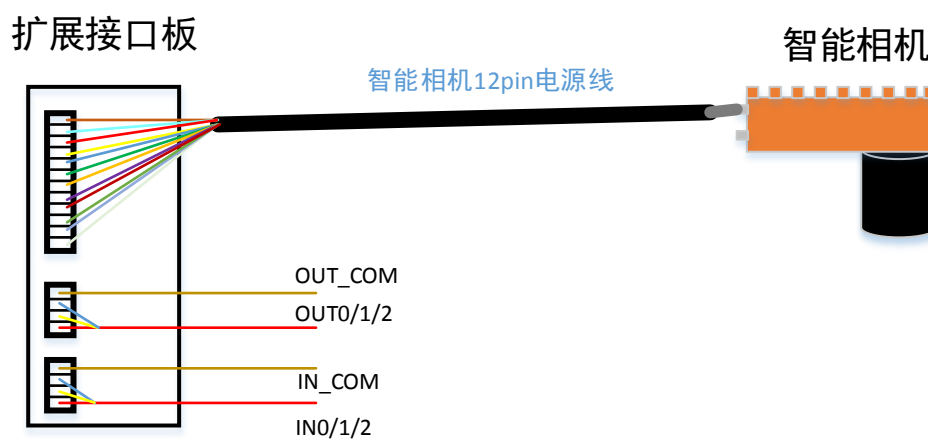

图2-9 扩展接口板接线
4. 使用扩展接口板时，接线方式如图 2-9 所示，使用扩展接口板供电，设备仅需将电源线接入相应接口即可。